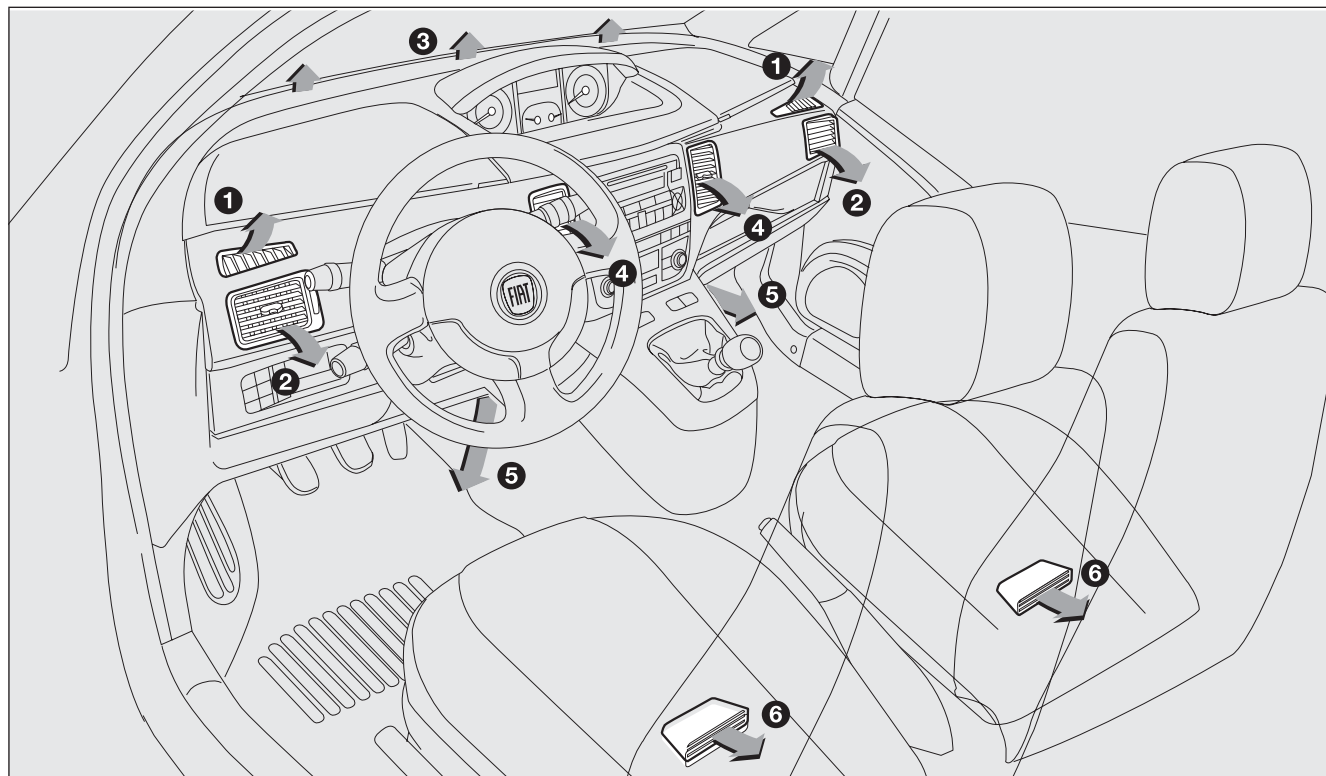

fig. 57
-  débit d'air des diffuseurs centraux et latéraux (2) et (4) **fig. 57** ;
-  débit d'air des diffuseurs centraux latéraux (2) et (4) et vers le bas (5) et (6) **fig. 57** (fonction bilevel) ;
-  débit d'air vers le bas (5) et (6) **fig. 57** ;
-  débit d'air vers le bas (5) et (6) ; et simultanément vers le pare-brise (3) **fig. 57** ;
-  permet le désembuage et le dégivrage du pare-brise (3) et des vitres latérales avant (1) **fig. 57**.
- ☐ ouvrir complètement les diffuseurs d'air centraux (4) et latéraux (2) **fig. 57** ;
- débit d'air des diffuseurs centraux et aérateurs latéraux (2) et (4) **fig. 57** ;
- débit d'air des diffuseurs centraux latéraux (2) et (4) et vers le bas (5) et (6) **fig. 57** (fonction bilevel) ;
- débit d'air vers le bas (5) et (6) **fig. 57** ;
- débit d'air vers le bas (5) et (6) ; et simultanément vers le pare-brise (3) **fig. 57** ;
- permet le désembuage et le dégivrage du pare-brise (3) et des vitres latérales avant (1) **fig. 57**.